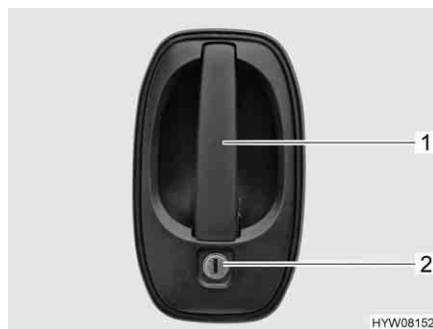

Fig. 29 Serratura della porta, lato esterno
- Inserire la chiave nel cilindro della serratura (Fig. 29,2) e ruotare fino a quando la serratura della porta si sblocca.
- Tirare la maniglia della porta (Fig. 29,1). La porta è aperta.
- Inserire la chiave nel cilindro della serratura (Fig. 29,2) e ruotare fino a quando la serratura della porta si blocca.